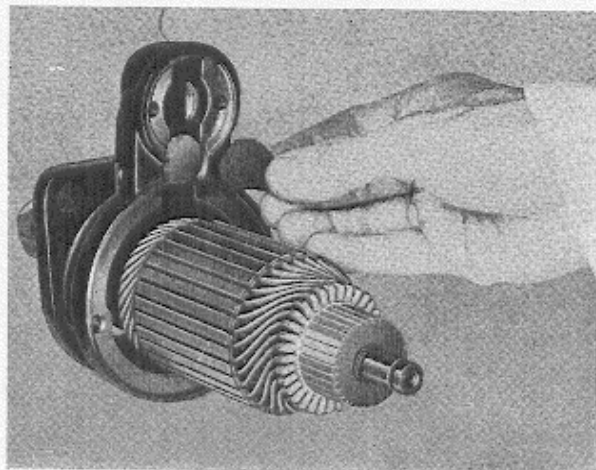

Abb. 82 Ausbau der Dichtscheibe
9. Gummischeibe und Blechscheibe ausbauen, siehe Abb. 82.